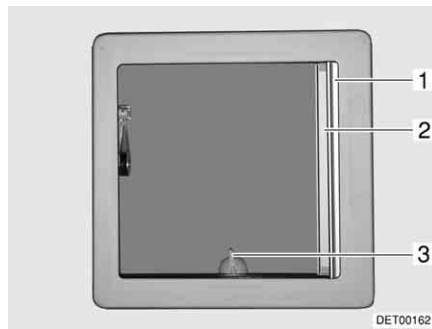
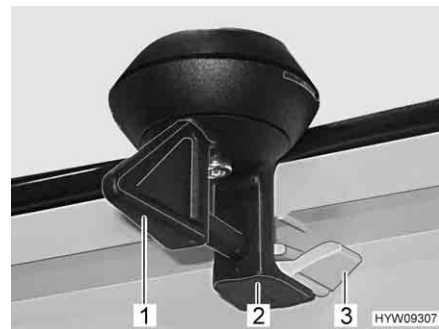

Fig. 64 Oblò inclinabile
Fig. 65 Bloccaggio (oblò inclinabile)
- Ruotare la leva (Fig. 65,1 o Fig. 64,3) di un quarto di giro.
- Girare la leva di un quarto di giro. Il bloccaggio (Fig. 65,2) deve entrare nell'aggancio inferiore (Fig. 65,3).
- Tirare la tendina oscurante pieghevole (Fig. 64,1) fino alla posizione desiderata e rilasciare. La tendina oscurante pieghevole rimane in questa posizione.
- Estrarre la zanzariera a rullo (Fig. 64,2) fino a quando non scatta il bloccaggio dalla parte opposta.